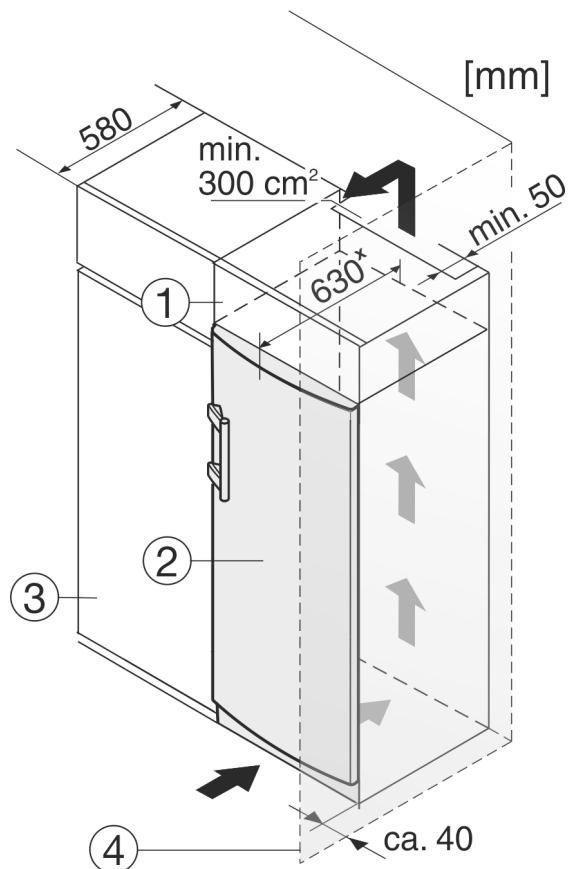

Fig. 12
Ус тройс твоможет быть окружено кухонными шкафами. Чтобы уравнивать устройство *Fig. 12 (2)* по выс оте с кухонной с тенкой можно ус тановить над ус тройс твом дополнительный шкафчик *Fig. 12 (1)*.
При комбинировании с кухонными шкафами (глубина макс. 580 мм) ус тройс твоможно ус тановить непосредственно рядом с кухонным шкафом *Fig. 12 (3)*. Устройство выступает сбоку на 34 мм × и по центру на 50 мм × относительно передней стенки кухонного шкафа.
Ес ли ус тройс твус тановлено на шарнирах у стены *Fig. 12 (4)*, то рас с тояние между ус тройс твами с тенкой должно быть не менее 40 мм. Настолько выступает ручка при открытой дверце.